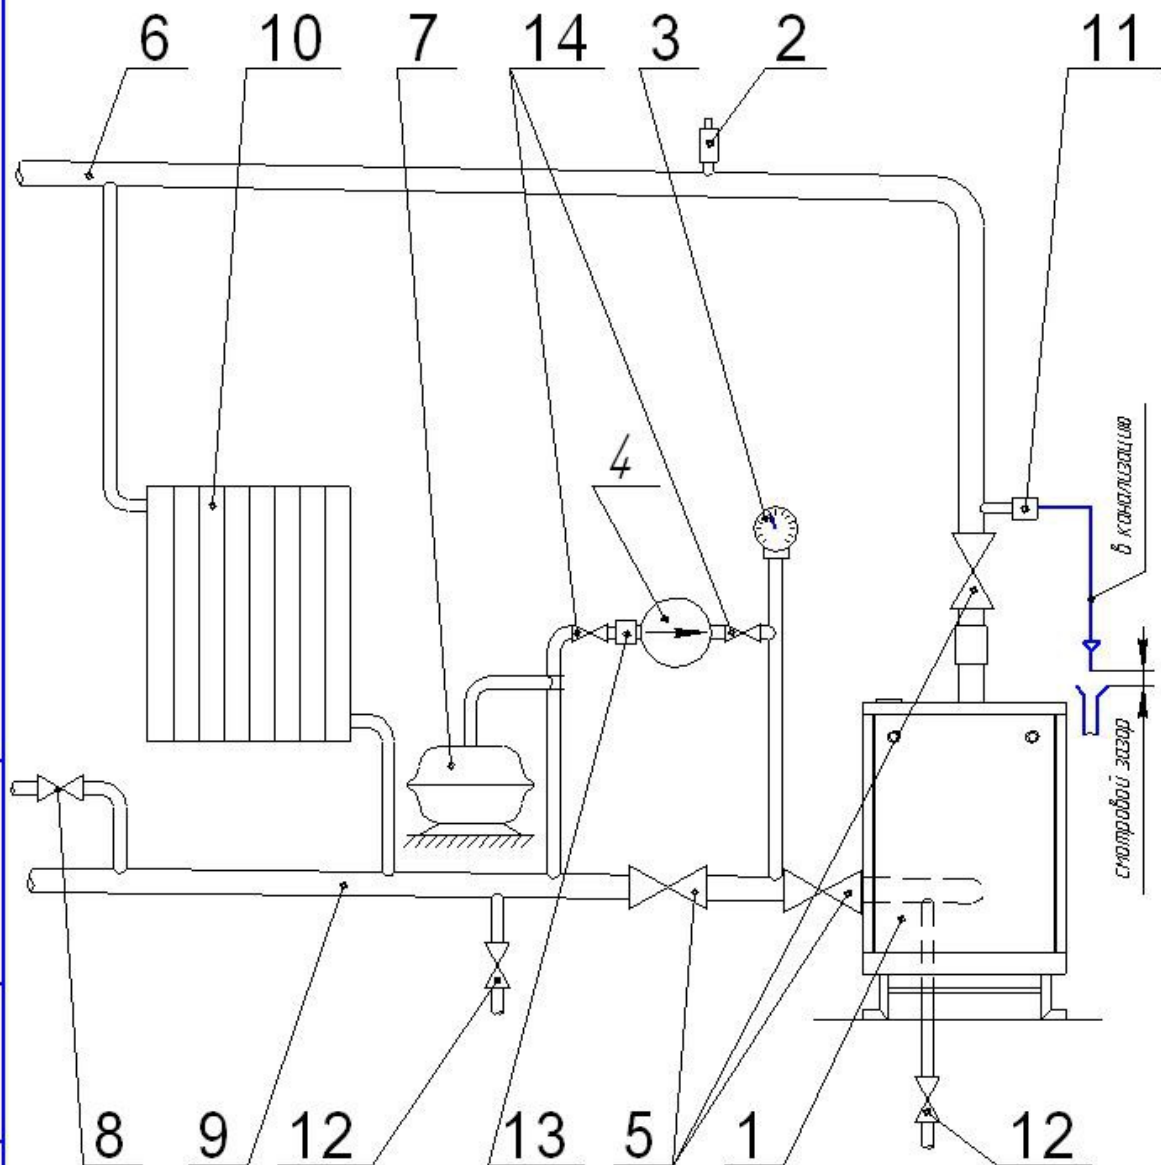

Рис. 4. Рекомендуемая схема разводки отопительной системы с принудительной циркуляцией воды.
5.3 Рекомендуемая схема системы отопления приведена на рис. 4.